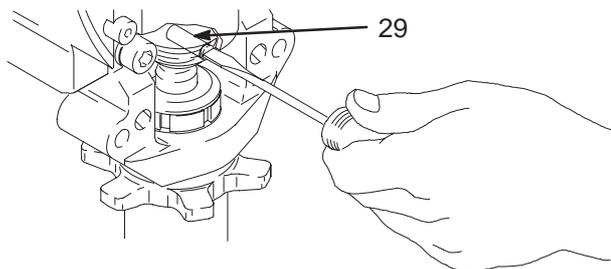

Fig. 16 7675B
5. Fig. 16. Utilice un destornillador para extraer el muelle de retención y el pasador (29).
2. Fig. 16. Introduzca el pasador (29) e introduzca el muelle de retención en la ranura hasta que rodee completamente la biela.